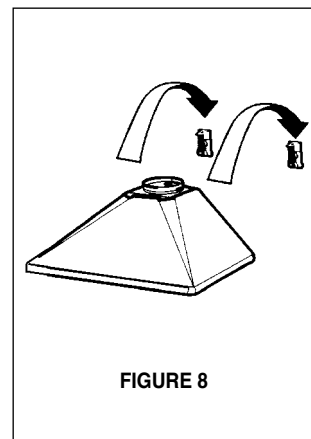

FIGURE 8
4. Suspendre la hotte aux fixations (FIGURE 8). Il y a deux trous rectangulaires à l'arrière de la hotte. Les fixations passent au travers de ces trous et la hotte est suspendue aux collerettes des fixations. À cause du poids de la hotte, deux personnes devraient la soulever fin d'éviter toute blessure. S'assurer que la hotte soit en place sur les fixations, de façon sécuritaire.